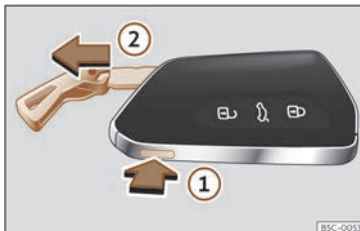

Fig. 68 Clé du véhicule : retirer le panneton.
• Appuyez sur le bouton >>> fig. 68 (1) pour faire sortir l'anneau comme un porte-clés et pouvoir retirer le panneton (2). Si vous appuyez légèrement sur l'anneau, il restera fixe comme un porte-clés.
• Appuyez sur le bouton >>> fig. 68 (1) pour déverrouiller. Maintenez le bouton enfoncé (1) tout en tirant sur l'œillet dans le sens de la flèche >>> fig. 68 (2) pour extraire entièrement le panneton.